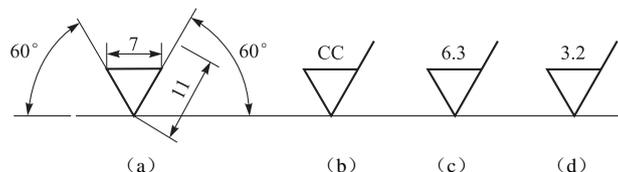

图 2-97 定义表面粗糙度符号块
① 按给定尺寸画出表面粗糙度符号，如图 2-97 (a) 所示。
上述所定义的属性标记显示如图 2-97（b）所示。
③ 定义带有属性的图块。在图 2-98 所示的对话框中完成图块的定义，设块名称为“ccd”；将图 2-97（b）全部选为构成块的对象。单击“确定”按钮，弹出“编辑属性”对话框，如图 2-99 所示，在属性提示栏可修改属性值。再单击“确定”按钮，其结果如图 2-97（c）所示。
继续标注表面粗糙度，插入“ccd”块，在命令行会出现输入属性值的提示，输入新的属性值如“3.2”，按回车键确定，其结果如图 2-97（d）所示。